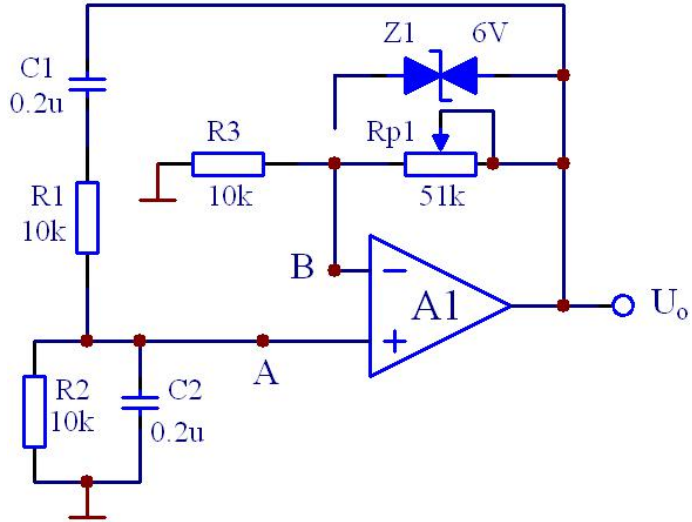

图 11.1 文氏电桥振荡电路
- (1) 图 11.1 中，正反馈支路由\_\_\_\_\_组成，这个网络具有\_\_\_\_\_特性，要改变振荡频率，只要改变\_\_\_\_\_或\_\_\_\_\_的数值即可。
- (2) 图 11.1 中， $R_{P1}$  和  $R_3$  组成\_\_\_\_\_反馈，其中\_\_\_\_\_是用来调节放大器的放大倍数，使  $A_u \geq 3$ 。
1. 按图 11.1 接线。
先测出图 11.1 电路的输出电压  $U_o$  值后，关断实验箱电源，保持  $R_{P1}$  及信号发生器频率不变，断开图 11.1 中 A 点接线，把低频信号发生器的输出电压